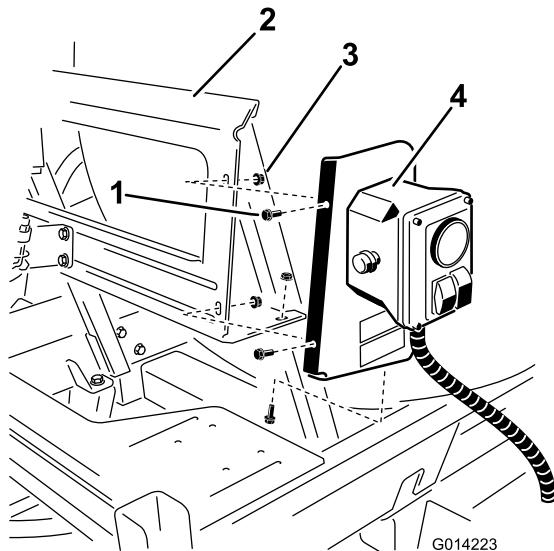

Figura 8
2. Instale el conjunto en el soporte de montaje con 3 pernos (1/4 x 5/8 pulgada) y 3 contratuerca (1/4 pulgada) según se muestra en Figura 8.